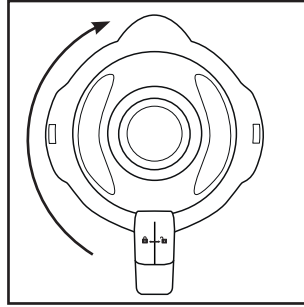

Fig. 2
- 4) Sæt låget ② forskudt på blenderkanden ③ igen. Luk låget ② ved at dreje det med uret til position  indtil det klikker hørbart på plads (se fig. 2). Sørg for, at hældetuden på blenderkanden ③ er lukket. Motoren kan kun startes, hvis låget ② slutter helt til.